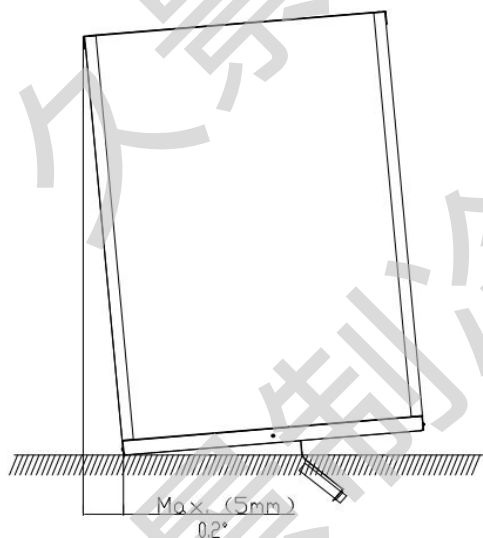

图 2
3. 将制冰机放置在从左到右和从前到后的方向(无论是否安装底托)。参见图 2。